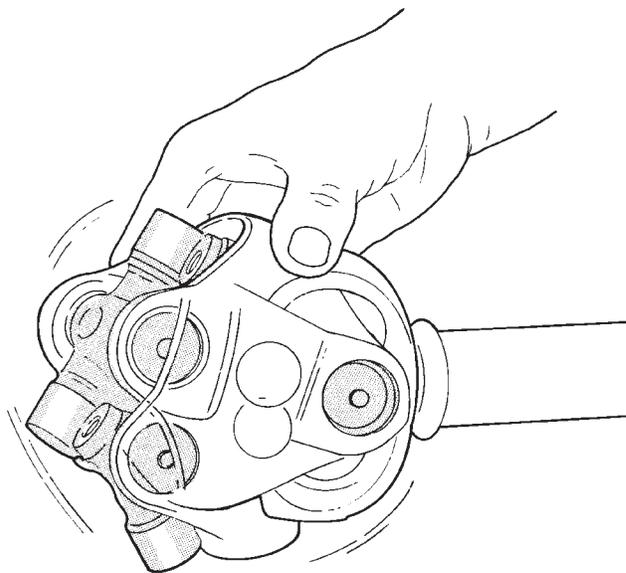

Fig. 32 Verificação da Montagem
(13) Verifique quanto a montagem adequada. Flexione a junta além do centro, ela deve encaixar no centro em ambas as direções quando estiver corretamente montada (Fig. 32).